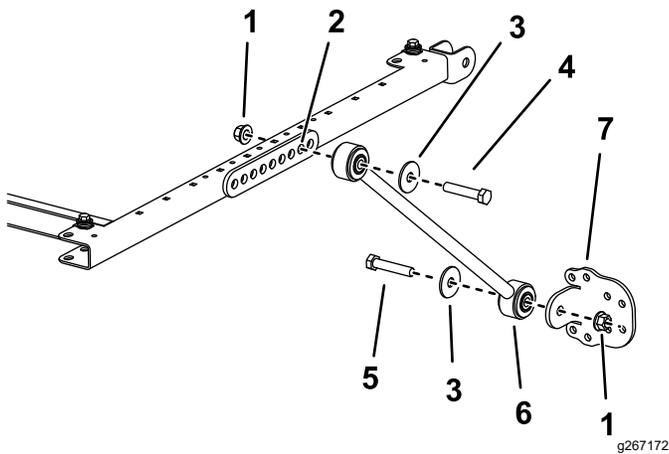

Figura 5
5. Su ciascun lato del telaio del parasole montate, senza serrarlo, un supporto di ancoraggio sul secondo foro del suo supporto di montaggio con un bullone ($\frac{1}{2}$ " x $2\frac{3}{4}$ "), una rondella ($\frac{1}{2}$ " e un dado flangiato ($\frac{1}{2}$ "), come illustrato nella Figura 5.
6. Montate, senza serrarla, una staffa di ancoraggio su ciascun supporto di ancoraggio con un bullone (1/2" x 2 1/2"), una rondella (1/2") e un dado flangiato (1/2"), come illustrato nella Figura 5.